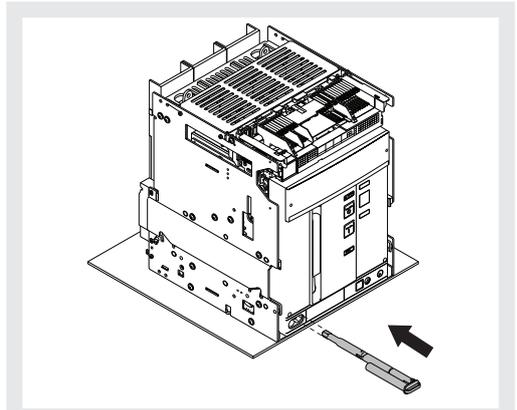

Figura 48
13. Volver a poner la manivela en su alojamiento. Véase Figura 48.